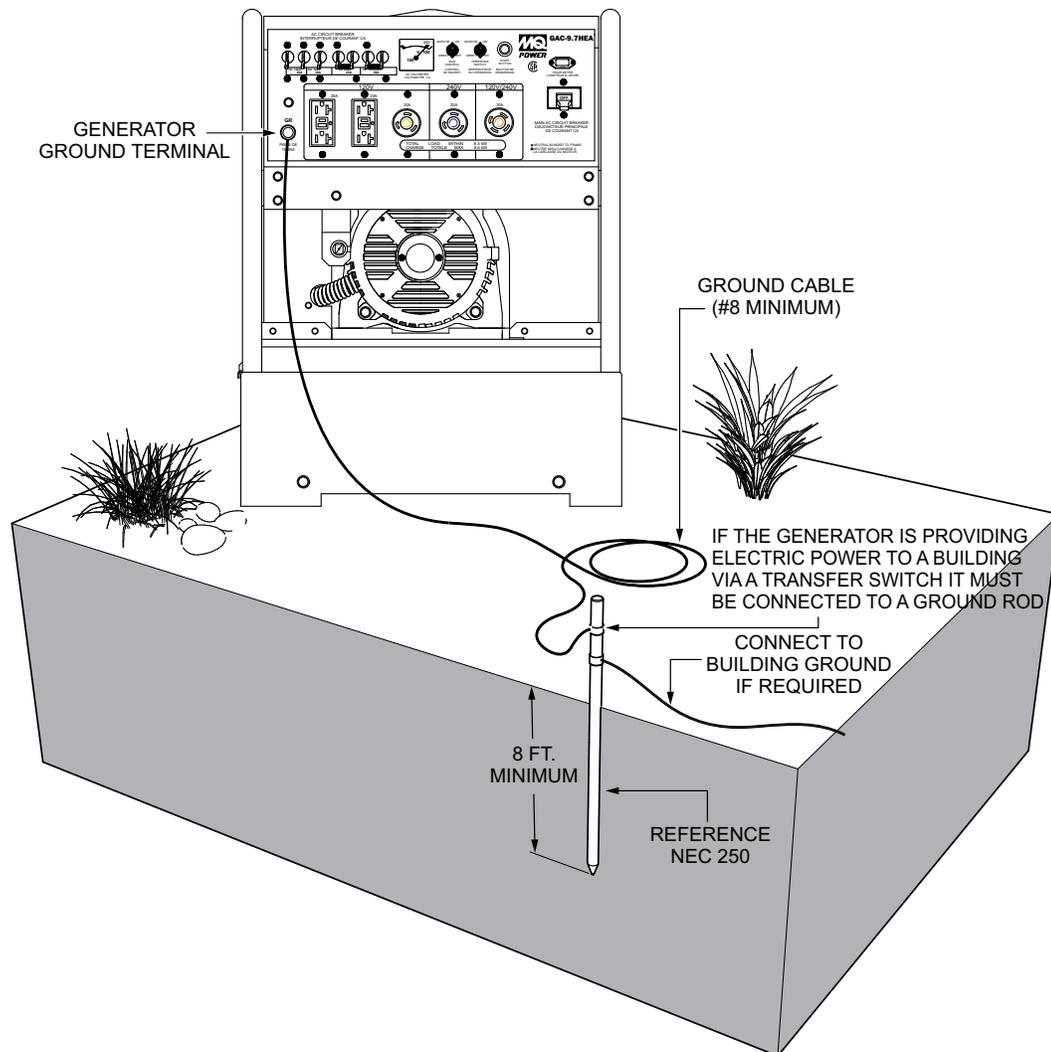

Figure 3. Mise à la terre de la génératrice
Connecter une extrémité du câble de masse au point de mise à la terre de la génératrice (Figure 3). Brancher l'autre extrémité du câble de masse à une mise à la terre appropriée (tige de mise à la terre).
L'Occupational Safety and Health Administration (OSHA) et le Code national de l'électricité (NEC) recommandent que, si la génératrice alimente une maison, un bureau, un magasin, une remorque ou d'autres structures similaires, elle **doit** être raccordée à un système d'électrodes de mise à la terre, comme une tige de mise à la terre actionnée (Figure 3).
Le cas échéant, pour se protéger contre les décharges électriques et les dommages possibles à la génératrice, il est important d'assurer une bonne mise à la **TERRE** (Figure 3).
2. Lors de la mise à la terre de la génératrice (Figure 3), connecter une extrémité du câble de masse à la cosse de mise à la terre de la génératrice. Brancher l'autre extrémité du câble de masse à la tige de mise à la terre.
La génératrice est montée sur des amortisseurs de vibrations en caoutchouc qui ont une contreplaque de base en acier, qui est fixée au châssis de transport protecteur en tuyaux d'acier. Le châssis de transport protecteur est fait en tuyaux d'acier et englobe entièrement la génératrice pour la protéger contre les dommages. Voir les Figures 3 et 4 pour les commandes de base et les voyants de la génératrice GAC9.7HEA.